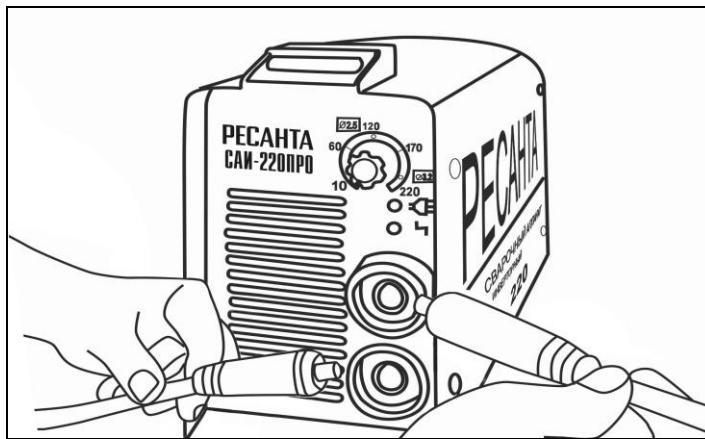

Рис. 3. Подключение кабелей
- При завершении шва отведите электрод немного назад, чтобы заполнилась сварочная ванна, а затем переместите электрод на верхний край сварочной ванны (Рис 5 (1-2 рис.3)) и быстро отведите от кратера (Рис 5 (3 рис.3)).